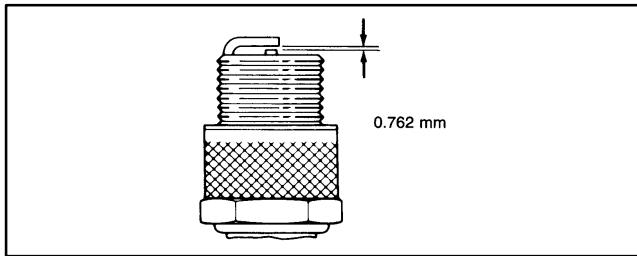

Abbildung 17
4. Den Abstand zwischen mittiger und Seitenelektrode auf 0,762 mm einstellen (Abb. 17). Die korrekt eingestellte Zündkerze mit einer Dichtung einsetzen und auf ein Moment von 20,4 Nm anziehen.